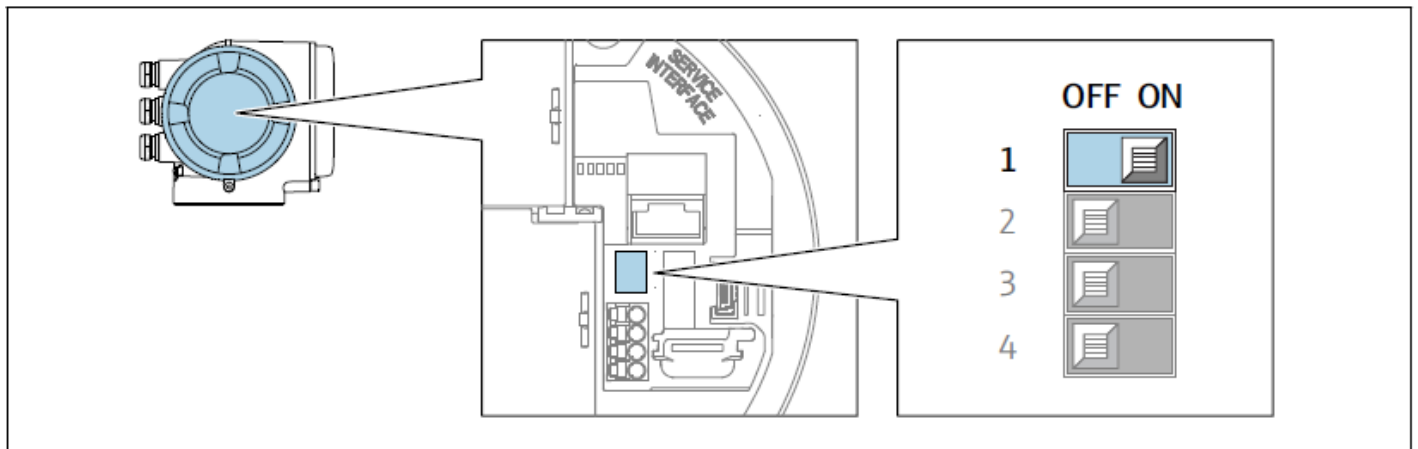

Figure 4: DIP switch in Promass F 300 & F 500 / Interrupteur DIP dans le Promass F 300 & F 500
- 3) Underneath the display the right section will have sets of DIP switches on the board. Following the picture shown in Figures 3 & the diagram in Figure 4, use an appropriate tool to flip the Write Protection switch, 1 on the main electronics module to the ON position switches.
- 3) Sous l'écran, la partie droite comporte des séries de commutateurs DIP sur la carte. En suivant l'image de la figure 3 et le diagramme de la figure 4, utilisez un outil approprié pour basculer l'interrupteur de protection contre l'écriture, 1 sur le module électronique principal, en position ON.